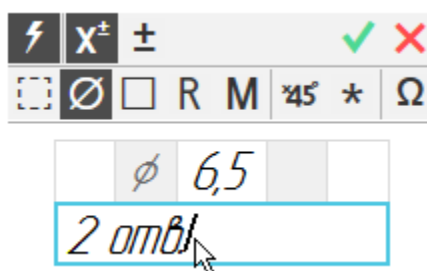

Рисунок 1
- На появившейся Дополнительной панели параметров щелкните мышью в поле для текста под полкой, введите с клавиатуры 2 отв. и нажмите кнопку Создать объект . (рисунок 1)